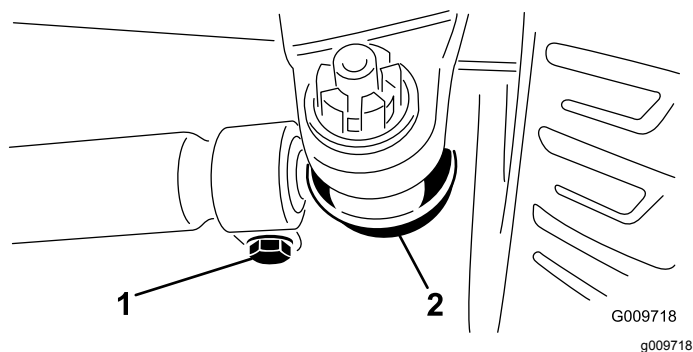

Bild 48
2. Entfernen Sie den Splint und die Mutter von einem der Spurstangen-Kugelgelenke (**Bild 48**). Entfernen Sie das Spurstangen-Kugelgelenk vom Achsständer.
3. Lockern Sie die Klemmen an beiden Enden der Spurstangen (**Bild 48**).